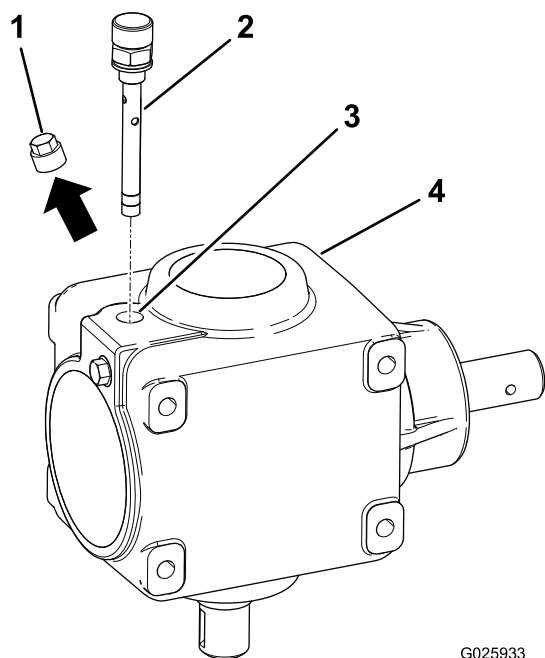

Figur 1
- Ta bort den gamla växellådan samt de 2 monteringsfästena (Figur 1).
- Inspektera gummiisoleringsarna som sitter i monteringsfästena (Figur 1).
- Flytta över drivskivan till den nya växellådan med hjälp av den befintliga konlåsbusningen och -nyckeln (Figur 1).